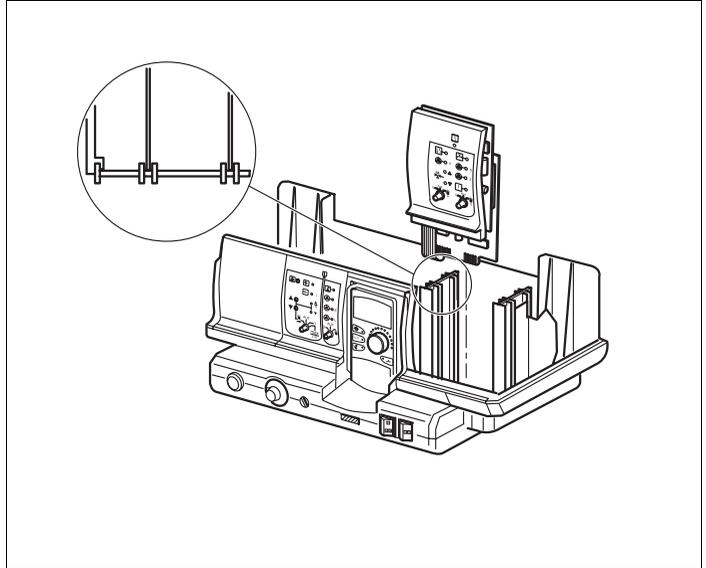

Fig. 15 Montage et démontage du module
- Glisser le nouveau module par le haut dans l'emplacement prévu en appuyant sur le levier (fig. 15), jusqu'à ce qu'il s'enclenche correctement.